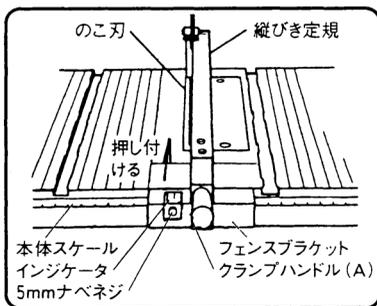

図16
- ③ フェンスブラケットをテーブルの矢印方向に押し付けながら縦びき定規を移動し、この刃と密着させます。(図16参照)
④ 縦びき定規をのこ刃に密着させた状態でクランプハンドル (A) を右にまわして締付けます。
⑤ フェンスブラケットにインジケータを取付けている 5mm ナベネジを手持ちのプラスドライバーでゆるめます。